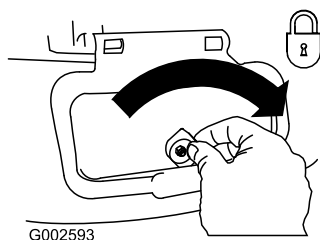

**Figura 28**
3. Montate il condotto di scarico laterale e chiudete lo sportello sul condotto (Figura 28).